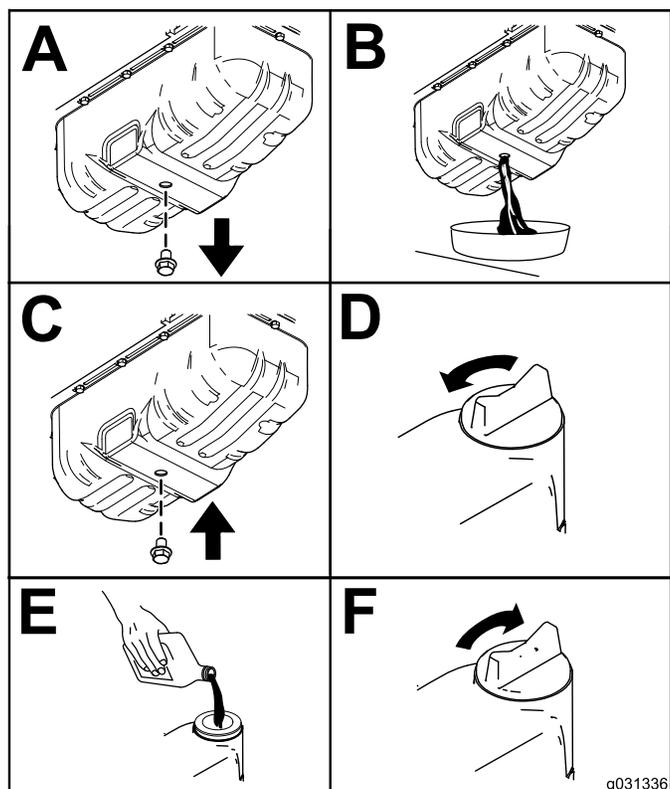

Рисунок 94
- Замените масло в двигателе, как показано на Рисунок 94.